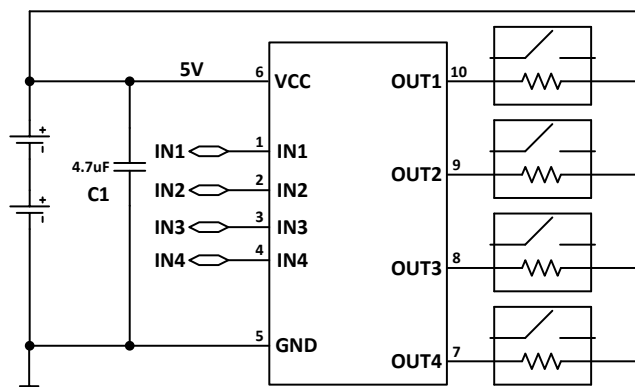

图 3 MX2802LL 驱动 5V 继电器/电磁阀典型应用线路图
- 1、图 3 和图 4 中 4.7µF 电容尽量靠近 IC。该电容能够改善续流阶段感性负载在 VCC 端口产生的电压尖峰，对电路可靠性有帮助。仅仅是提高可靠性，不影响正常工作。